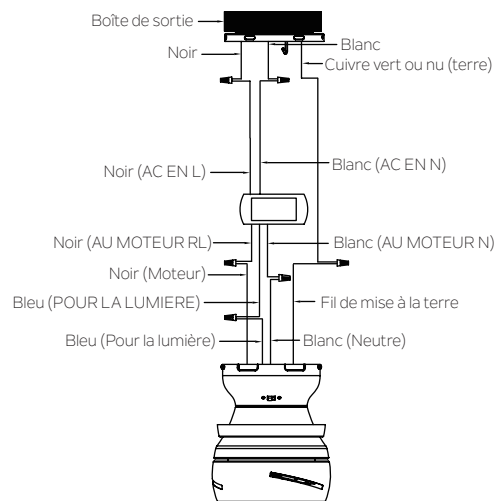

Fig. 10
Étape 2. Connexions électriques entre le moteur et le récepteur : Connectez le fil NOIR du ventilateur au fil NOIR marqué "AU MOTEUR L" du récepteur. Connectez le fil BLANC du ventilateur au fil BLANC marqué "AU MOTEUR N" du récepteur. Connectez le fil BLEU du ventilateur au fil BLEU marqué "POUR LA LUMIÈRE" du récepteur. Fixez toutes les connexions de fil avec les connecteurs de fil en plastique fournis. (Fig. 10)
Étape 3. Connexions électriques entre le récepteur à distance et la boîte de sortie : Connectez le fil NOIR (chaud) du plafond au fil NOIR marqué "AC EN L" du récepteur. Connectez le fil BLANC (neutre) du plafond au fil BLANC marqué "AC EN N" du récepteur. Fixez toutes les connexions de fil avec les connecteurs de fil en plastique fournis. (Fig. 10)